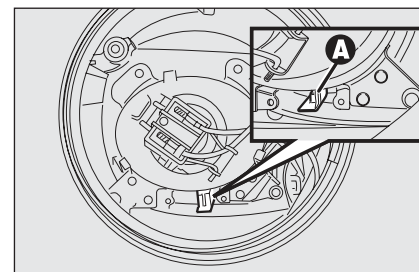

fig. 102
- ☐ move lever **A-fig. 102** aside;